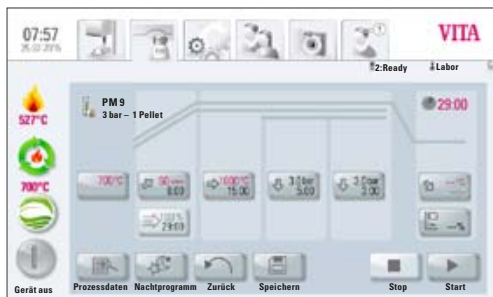

Bild 2 Programmansicht/Brennkurve
- Mit Taste **OK**  Wert übernehmen **oder** mit Taste **Abbrechen**  letzten Wert beibehalten und zurück zur Brennkurve (Bild 2).